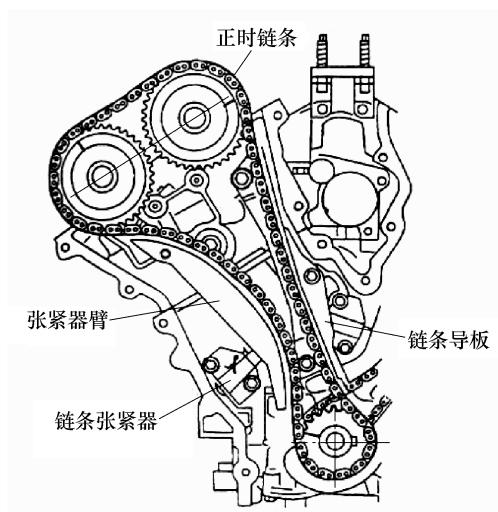

图 5-27 拆下右侧正时链
4) 按下列顺序拆下正时链条 (右侧), 如图 5-27 所示。